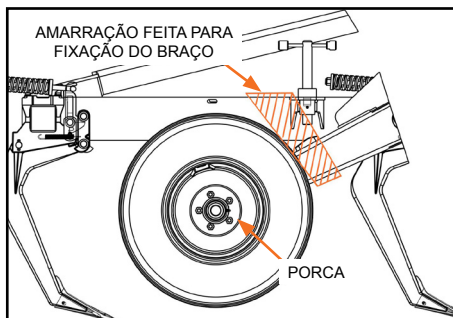

Figura 17
- 2º - Montagem dos pneus no eixo rodado (Figura 17).